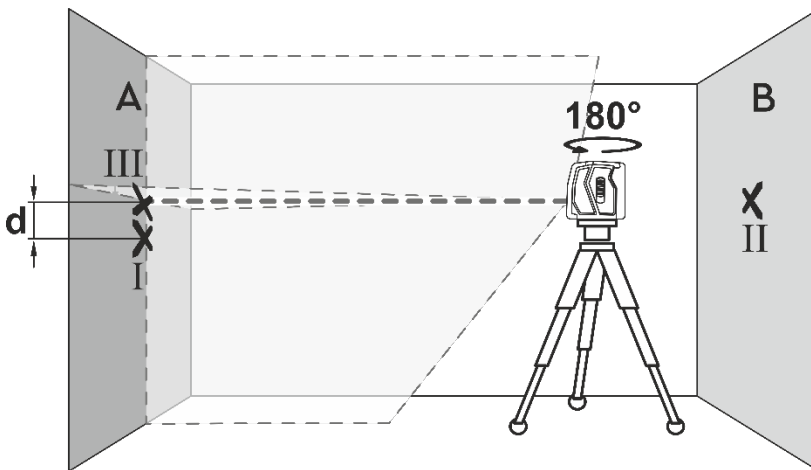

Рисунок 6
3.3.6 Поверніть прилад на 180° , не змінюючи його висоту. Спрямуйте його на стіну «**A**» таким чином, щоб вертикальна лазерна лінія проходила через раніше позначену точку «**I**». Зачекайте, поки промінь автоматично вирівняється, та позначте точку на стіні «**A**», в якій перетинаються лазерні лінії (дивіться рисунок 6).
3.3.7 Різниця «**d**» між двома позначеними на стіні «**A**» точками «**I**» та «**III**» – це фактичне відхилення приладу по висоті (дивіться рисунок 6).